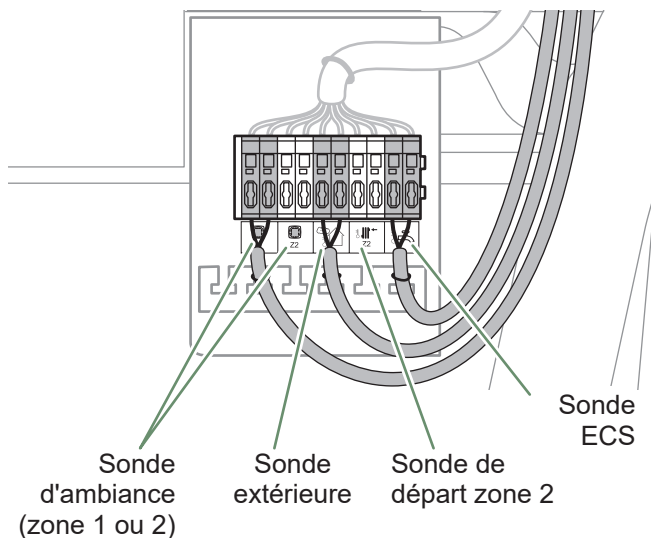

fig. 41 - Passage de câbles TBTS
Veiller à ce que tous les câbles électriques sont logés dans les espaces prévus à cet effet (fig. 41).
- Raccorder la sonde extérieure (fig. 41).
Raccorder la sonde ambiance 1 (fig. 41).
Raccorder la sonde ambiance 2 (fig. 41).